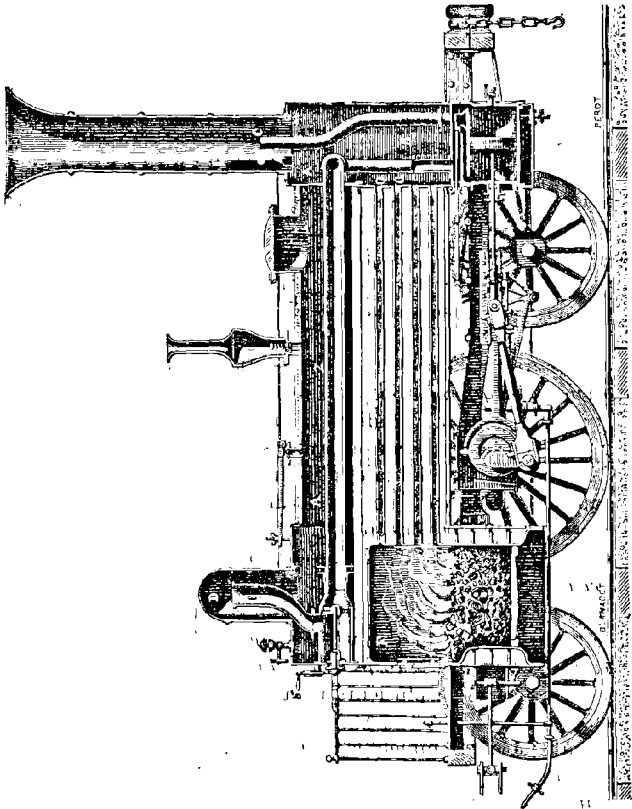

Fig. 118.
1. La **chaudière** est horizontale et en forme de cylindre. Elle comprend (fig. 118) : la *boîte à feu* F, à l'arrière ; la *boîte à fumée* B, à l'avant ; le *corps cylindrique* AA, au milieu. Elle est, en outre, munie de plusieurs appareils, tels que *souppes de sûreté*, *sifflet d'alarme*, *manomètre*, *robinets d'épreuve*, etc., dont le nom indique suffisamment la destination. Une *pompe alimentaire*, ou mieux un *injecteur Giffard*, y remplace l'eau, à mesure qu'elle diminue en se vaporisant ; elle la puise dans le *tender*, espèce de chariot d'approvisionnement attelé à la machine, et qui porte ordinairement 5 à 6,000 litres de liquide, avec une certaine quantité de combustible.